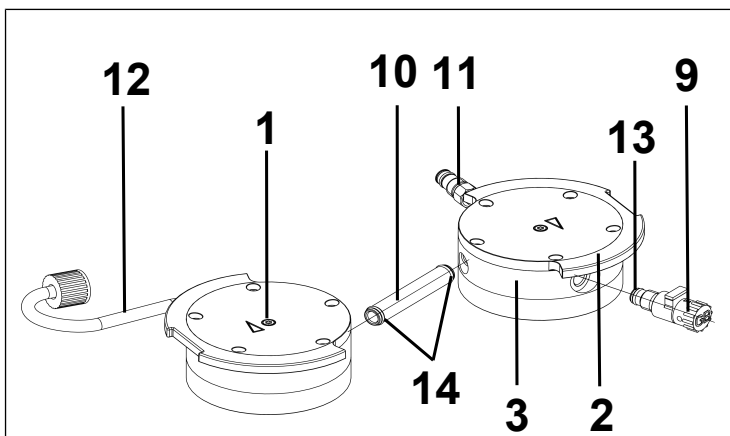

Fig. 14: Remplacement des joints toriques
2. Retirez le tuyau de raccordement (10/ Fig. 14) du couvercle (3).
3. Remplacez les deux joints toriques (14) sur le tuyau de raccordement (10/ Fig. 14).
4. Desserrez la vis de tête intérieure (1) sur les deux têtes de pompe.
5. Retirez les deux plaques supérieures (2) avec les deux vis de tête intérieures (1).
6. Dévissez le lest de gaz (9/Fig. 14) du couvercle (3).
7. Remplacez le joint torique (13) sur le lest de gaz (9/Fig. 14).
8. Vissez le lest de gaz (9/Fig. 14) jusqu'en butée dans le couvercle (3) correspondant. Tournez-le ensuite de nouveau dans le sens inverse jusqu'à ce que la surface soit alignée vers le haut.
1. Retirez le couvercle (3) de la plaque intermédiaire (6).
2. Enlevez les anciennes plaques de soupapes/anciens joints (4) ab.
3. Nettoyez soigneusement la plaque intermédiaire (6) (s'il y a des dépôts).
4. Insérez les nouvelles plaques soupapes/joints (4) dans les sièges correspondants de la plaque intermédiaire (6).
6. Éliminez les plaques de soupapes/joints (4) remplacés comme il se doit.
7. Réintroduisez le tuyau de raccordement (10/Fig. 14) dans le couvercle (3).